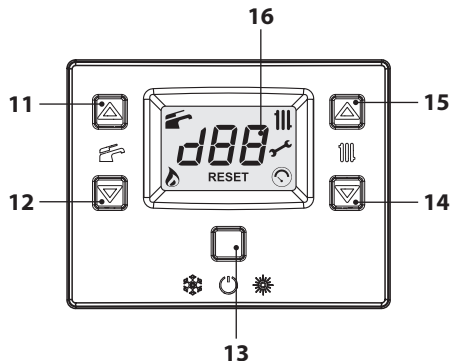
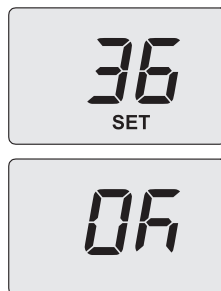

Figura 5.40
Figura 5.43
- Entrare in "modalità programmazione" premendo contemporaneamente per 10 secondi i tasti 13-14-15 (Figura 5.40) fino a far apparire sul display LCD le lettere **Pr** che si alternano al numero del parametro **01**, indicanti l'entrata nel "parametro 01" (Figura 5.41).
- Utilizzando i tasti 11 o 12 è possibile modificare il valore del parametro 10 da **00=0s** a **100=500** (ogni aumento o diminuzione di una unità sul display corrisponde a 5 secondi). Es. 36=180 secondi. Sul display compare la scritta "**SET**" (Figura 5.43).
- Premendo il tasto 13 (Figura 5.40) si ottiene la conferma del valore inserito. Sul display appare per 3 sec. la scritta "**Ok**" (Figura 5.43), per poi visualizzare la lista dei parametri.
- Per uscire, premere il tasto 13 (Figura 5.40) e togliere l'alimentazione elettrica.